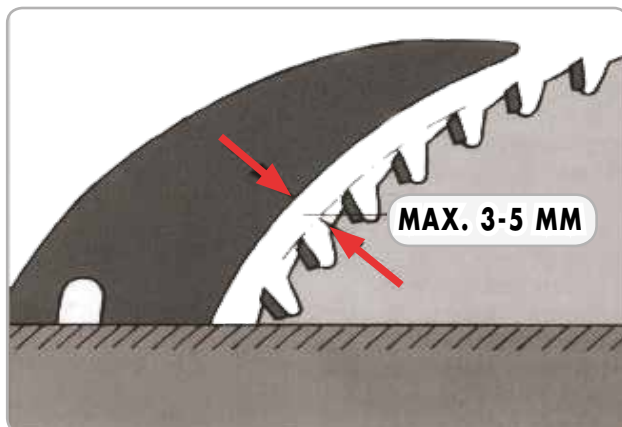

Fig.9
- Distanța dintre despicător și pânză trebuie să fie de 3-5 mm. Fig. 9